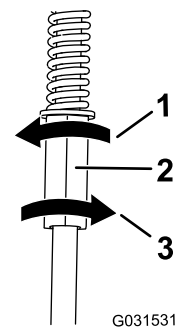

Bild 57
4. Drehen Sie die linke Schaltstange um Vierteldrehungen, bis die Spur der Maschine gerade ist (**Bild 57**).